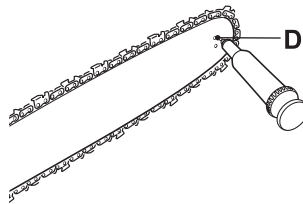

Fig. 38
1. Limpe a roda dentada (5).
2. Utilizando uma pistola de lubrificação descartável, insira a ponta da agulha no orifício de lubrificação (D) e injete massa até surgir no rebordo exterior da roda dentada (Fig. 38).